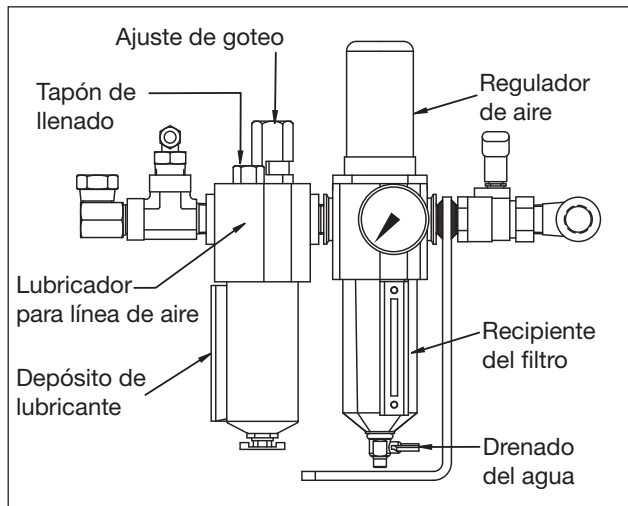

Figura 7, Filtro/regulador y lubricador para línea de aire
6.4.1 Filtro/regulador para línea de aire (véase la Figura 7)
6.4.2 Lubricador para línea de aire (véase la figura 7)